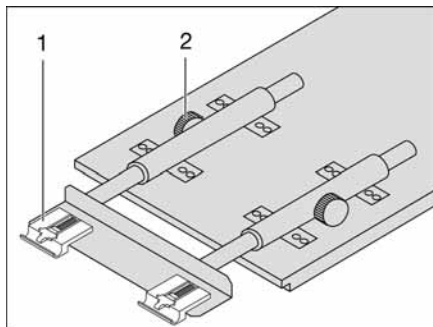

Bild 89 Förstora hängbordet
- Lossa de räfflade skruvarna (Bild 89,2).
- Lyft upp bordsskivan något framtill och dra ut till stoppläget. Bordsförlängningen (Bild 89,1) är helt utdragen.
- Lyft upp bordsskivan något framtill och dra till stoppläget. Bordsförlängningen (Bild 89,1) är helt indragen.